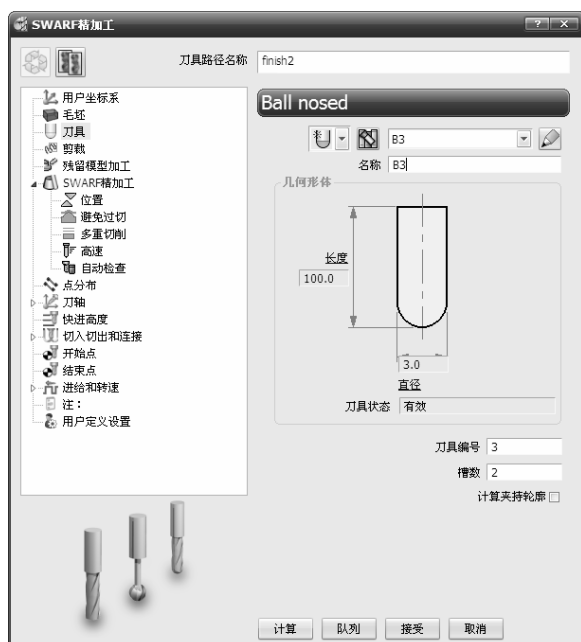

图 5-184 “SWARF 精加工”对话框
2) 在弹出的“SWARF 精加工”对话框中设置相关参数, 如图 5-184 所示。